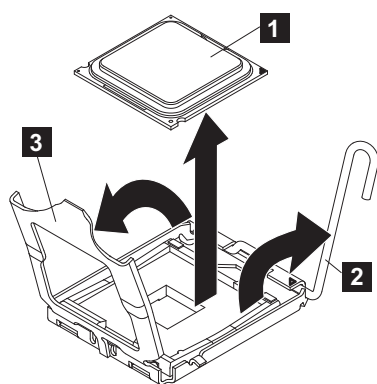

図 302. SAN ボリューム・コントローラー 2145-DH8 のマイクロプロセッサ・ブラケット・フレームを開く
1. マイクロプロセッサを挿入するための準備としてソケットを開くには、マイクロプロセッサを取り外すときに行ったのと同様に、解放レバー (図 302 の **2**) を下げて外向きに押し、完全に開いた位置で停止するまで、マイクロプロセッサ解放レバーを持ち上げます。